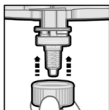
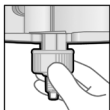

Fig. 3
Fig. 4.1
5. Si la punta de mezcla está bien posicionada (Fig. 3), deslice el anillo de fijación Dynamix sobre la punta de mezcla hasta el tope y gírelo hacia la derecha (1/4 de vuelta) hasta que quede bien fijado (Figs. 4.1, 4.2, 5)